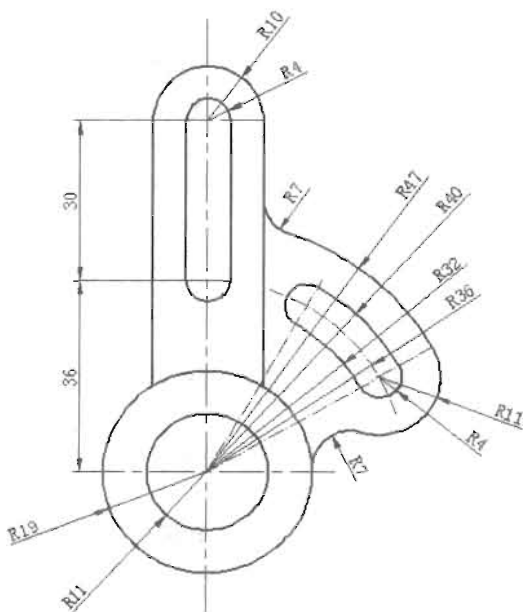

图 4-207
(17) 选择“标注”图层为当前图层, 对图形进行标注, 标注效果如图 4-207 所示。